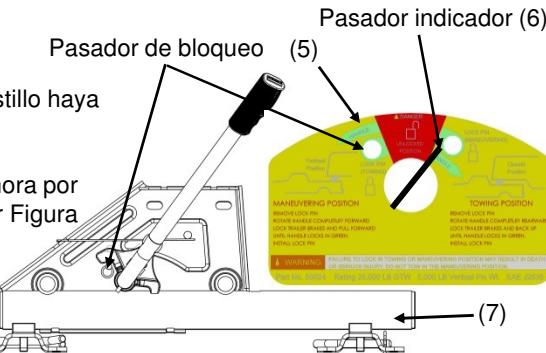

Figura 18
5. Regrese al vehículo. Libere el freno de emergencia. Active manualmente el freno del remolque y reverse el vehículo hasta que el deslizador de Quinta Rueda REESE™ frene cerca de la pata con perno (Figura 12) y el pestillo se enganche en la posición de remolque (Ver Figura 18).
- B. Si el deslizador no se mueve, el pestillo ha activado los tubos (7) y el deslizador debe estar fijo en la posición de remolque.
- C. Si el deslizador se mueve, el pestillo no ha activado los tubos (7)
- D. **¡NO REMOLQUE!** Repita los pasos 1 - 6 anteriores hasta que el pestillo haya activado el tubo (7).
7. Examine la etiqueta de advertencia (5). El pasador indicador (6) debe estar ahora por encima del área verde en el lado derecho de la etiqueta de advertencia (5) (ver Figura 18). Si el pasador indicador (6) está por encima del área roja en la etiqueta de advertencia (5), el pestillo no ha activado los tubos (7). **¡NO REMOLQUE!**